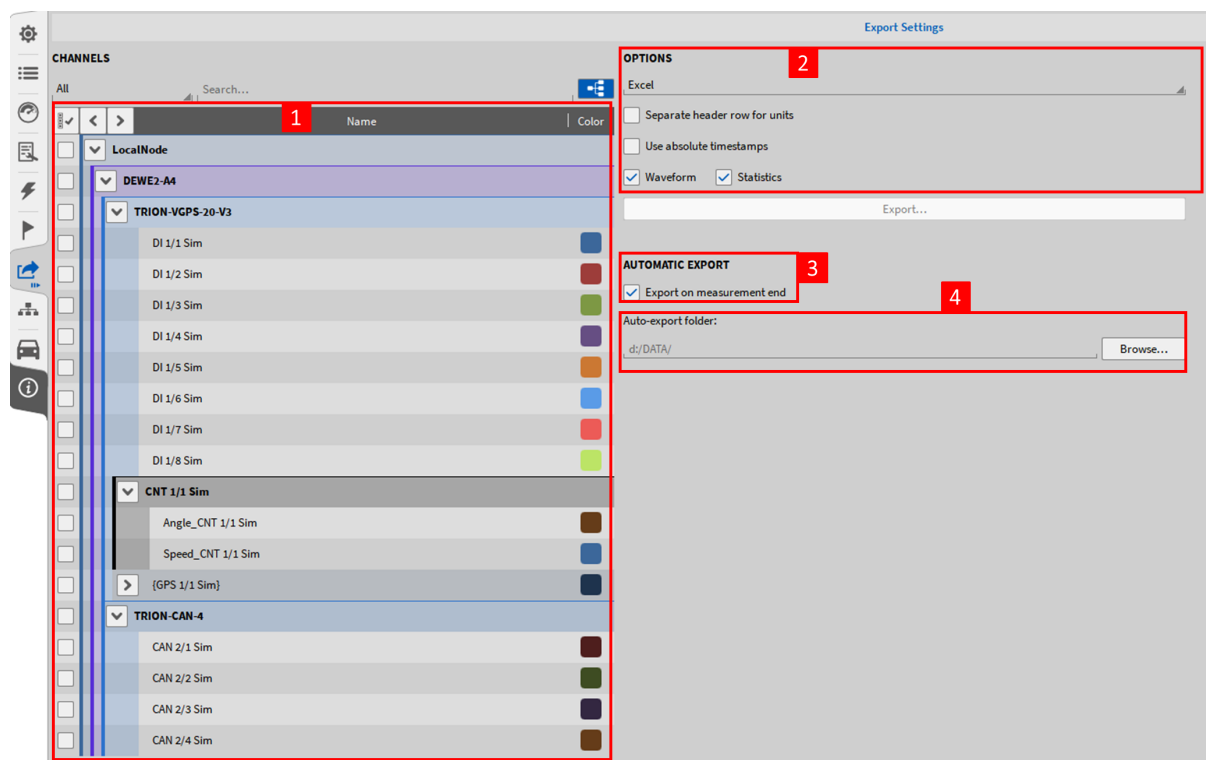

Abb. 11.26: Export-Menü, automatischer Export
- Öffnen Sie das Export-Menü auf die volle Größe (siehe Abb. 11.26):
- Wählen Sie entweder alle oder einzelne Kanäle, welche automatisch exportiert werden sollen, nachdem die Messung zu Ende ist (siehe ① in Abb. 11.26) auf der linken Seite in der Kanalliste.
- Wählen Sie das gewünschte Datenformat und die jeweiligen Exportoptionen (siehe ② in Abb. 11.26).
- Klicken Sie auf die Checkbox *Export nach Aufzeichnungsende* (siehe ③ in Abb. 11.26).
- Definieren Sie den Ordner, in welchem die Daten für den automatischen Export gespeichert werden sollen (siehe ④ in Abb. 11.26).